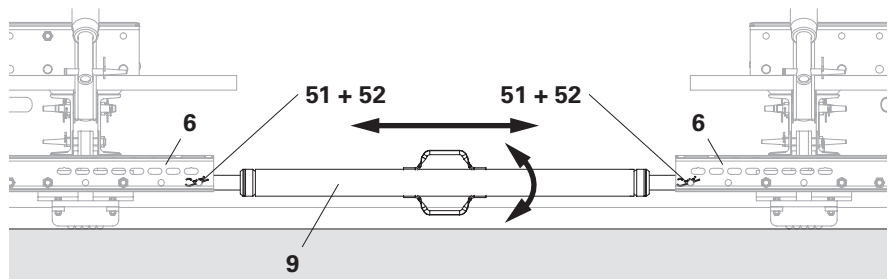

Fig. C5.01
1. Avvitare il puntone ad alta portata SLS (**9**) con perni calibrati Ø 21 x 120 (**51**) nel corrente SRU (**6**). Fissare con un inserto a molla (**52**). (Fig. C5.01 + C5.02)